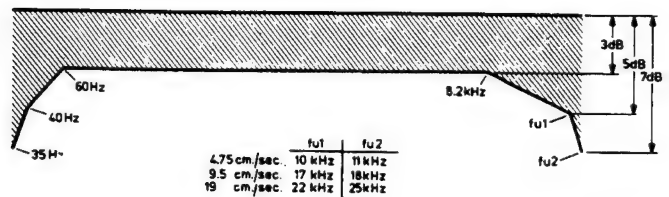

Fig. 20
Der gemessene Frequenzgang (gegenüber dem 330 Hz-Pegel) soll innerhalb der Kurve in Abb. 20 liegen.
- Ebenso kann man bei 9,5 cm/s den Frequenzgang messen. Die höchsten Frequenzen sollen in diesem Fall 17 kHz und 18 kHz betragen (Abb. 20)